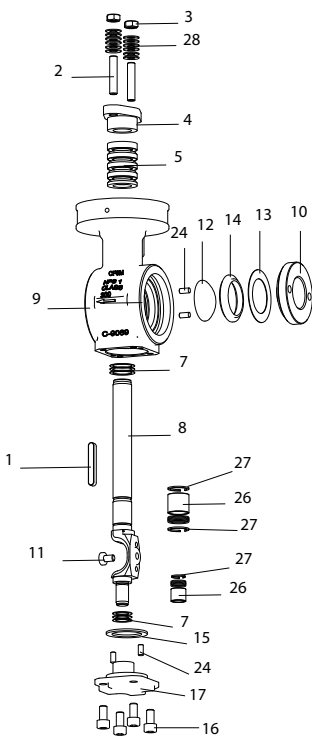
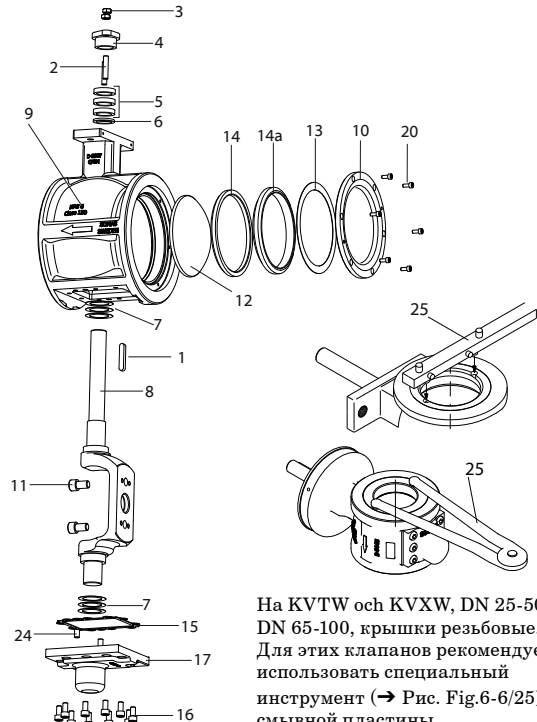

Рис.6-4
Рис.6-6
1. Снять крышку (→ Рис. 6-4/10) при помощи специального инструмента (кольцевого ключа). Fig.6-6/25).
2. Удалить пружинную шайбу (→ Рис. 6-4/13) и седло (→ Рис.6-4/14).
2. Смазать поверхности седла и болты крышки (→ Рис. 6-6/20) пастой на основе дисульфида молибдена. В случае клапанов с вкручивающейся крышкой смажьте также резьбу в корпусе клапана.